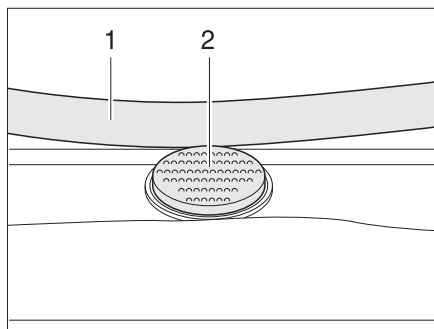

Fig. 46 Botón de seguridad en la claraboya Heki
- Pulsar el botón de seguridad (Fig. 46,2) y tirar la horquilla (Fig. 46,1) hacia abajo con ambas manos.
- Presionar el estribo hacia arriba con ambas manos hasta que la horquilla se encuentre encima del botón de seguridad (Fig. 46,2).